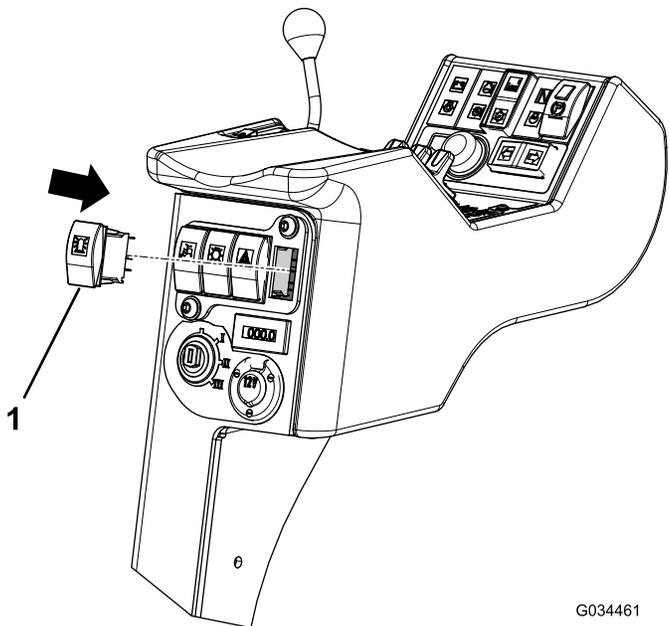
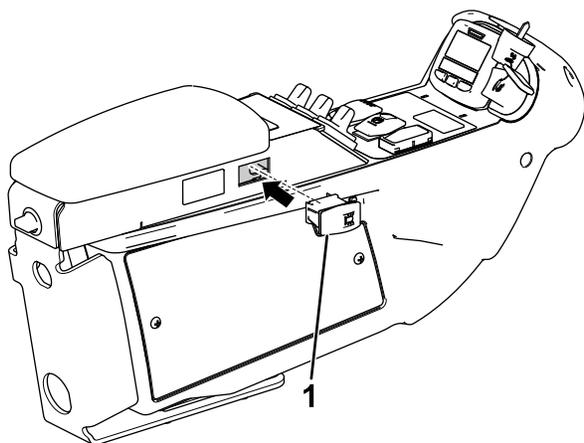

Bild 20
Bild 21
3. Drücken Sie den Schalter in den Ausschnitt ein, bis er einrastet (Bild 20 und Bild 21).